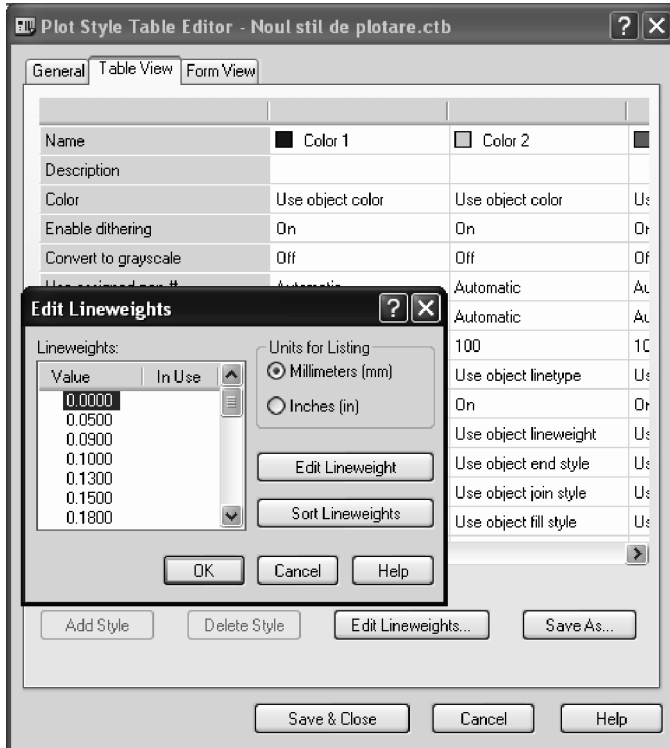

Fig. 10.56 Editarea stilurilor de plotare
7. Opțional, prin butonul **Plot Style Table Editor**, se deschide fereastra cu același nume din Fig. 10.56, prin care se pot defini proprietățile noului stil. După alegerea proprietăților se închide fereastra prin butonul **Save&Close**.
Modificarea unui stil de plotare se face cu ajutorul ferestrei **Plot Style Table Editor** din Fig. 10.56 (aceasta poate fi deschisă prin comanda **Plot Style Manager** din meniul **File**, prin dublu clic pe unul dintre stilurile disponibile).